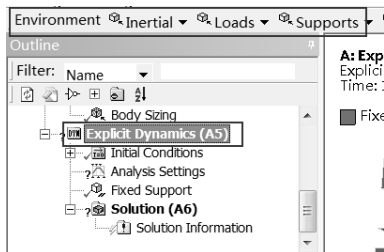

图 11-56 Environment 工具栏
Step4：再次选择 Mechanical 界面左侧 Outline（分析树）中的 Explicit Dynamics（A5）选项，此时会出现如图 11-56 所示的 Environment 工具栏。